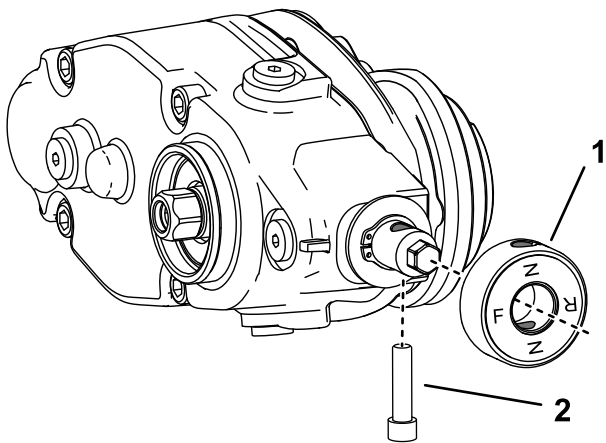

Figura 8
7. Si está instalando el groomer a la izquierda de la máquina, realice los siguientes pasos (Figura 8):